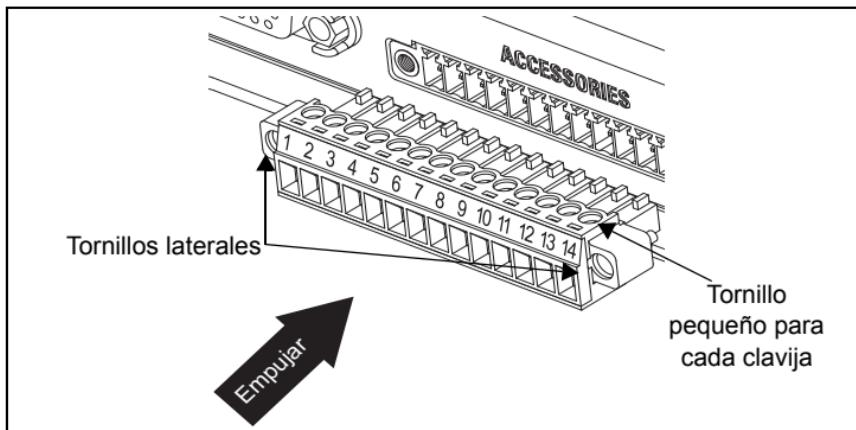

Figura 10. Instalación del conector para accesorios
3. Apriete el tornillo pequeño de cada clavija después de insertar el cable para asegurarse de que está bien sujetado. Consulte la Figura 10.